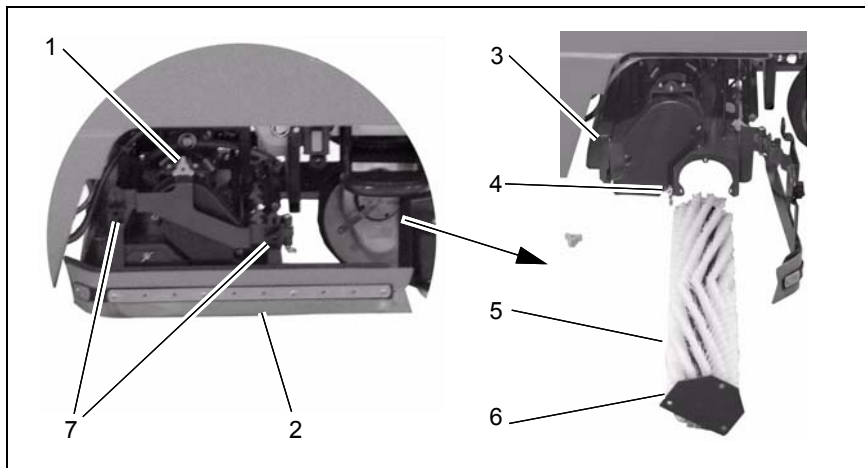

Abb.14
Sterngriff (Abb. 14/1) abschrauben und die Dichtleiste (Abb. 14/2) aufschwenken. Dann den Schmutzbehälter (Abb. 14/3) seitlich entnehmen und reinigen.
2. Die Sterngriffe (Abb. 14/4) entfernen, die Bürste (Abb. 14/5) herausziehen, den Lagerdeckel (Abb. 14/6) abnehmen. Die Bürste reinigen.
Höhe der Dichtleiste kontrollieren und gegebenenfalls einstellen. Dazu die Sterngriffe für die Höheneinstellung (Abb. 14/7) lösen und Dichtleiste in passender Höhe befestigen.